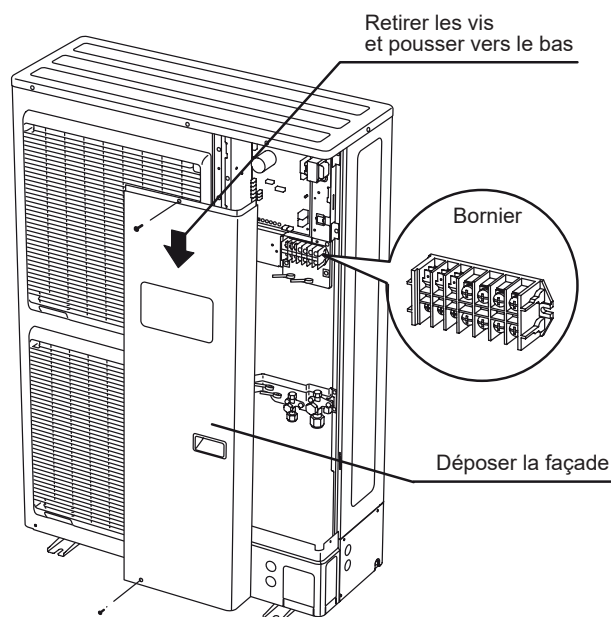

fig. 37 - Accès au bornier de l'unité extérieure triphasée
- Effectuer les raccordements suivant le(s) schéma(s) figure 37, page 26.